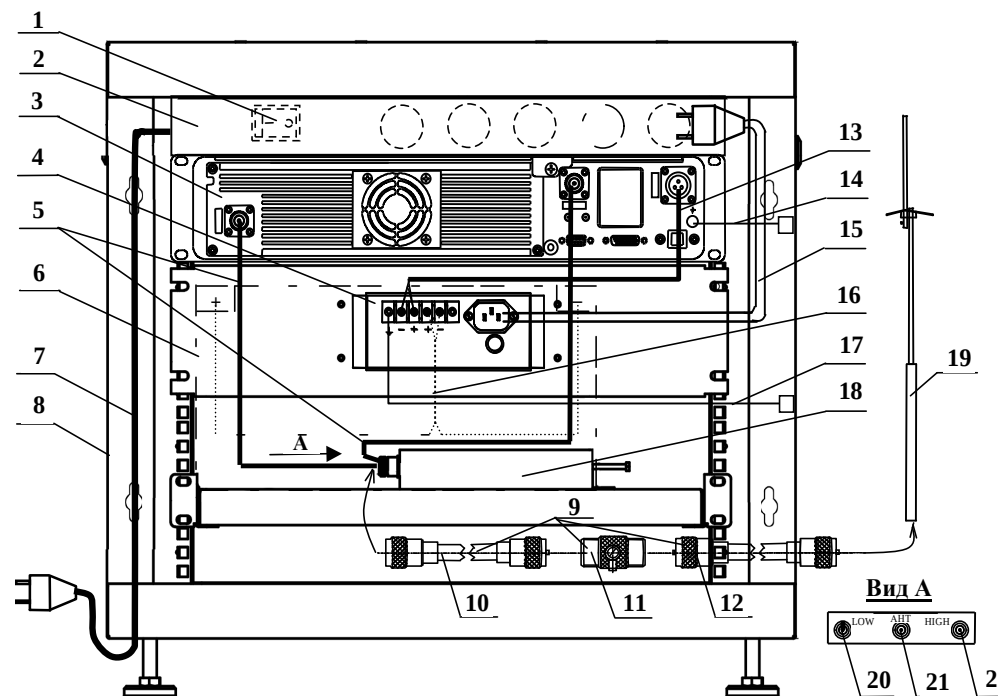

Рисунок 1
1.3.1 В состав ретранслятора входят (рис.1):
Примечание - По отдельному заказу поставляется резервный источник питания (аккумуляторная батарея) (поз.6 рис.1) с кабелем питания АКБ (поз.16 рис.1)